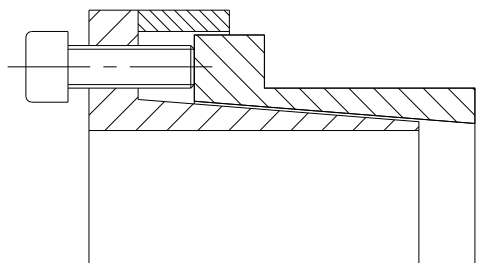

Bild 4: Fixieren des Spannsatzes KTR 250
- Die Spannschrauben leicht lösen. Zur Erleichterung der Montage mittels 2 Spannschrauben den Innen- und Außenring über die Abdrückgewinde fixieren (siehe Bild 4). Den Spannsatz KTR 250 zwischen Welle und Nabe einsetzen.